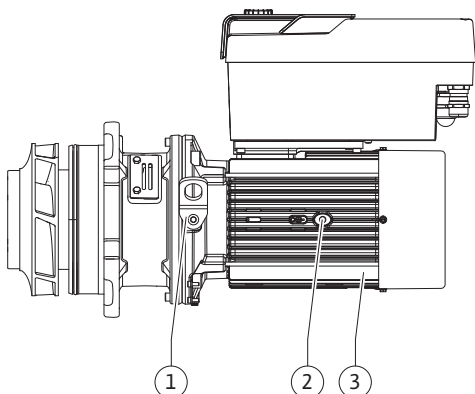

Fig. 100: Instickssats
- Ta bort instickssatsen (Fig. 100) från pumphuset genom att lossa flänsskruvarna (Fig. I, pos. 29).
10. Sätt i en ny motring (Fig. II, pos. 26) i lanternan. Skjut lanternan försiktigt över axeln och placera den på den gamla platsen eller i ett annat vinklat läge till motorflänsen. Observera komponenternas tillåtna monteringslägen (se kapitlet "Tillåtna monteringslägen och ändring av komponentplaceringen före installationen" [► 20]).
11. Skruva i skruvarna (Fig. II, pos. 10 och pos. 10a). Dra inte åt skruven (pos. 10), helt ännu.
12. Skjut på en ny mekanisk tätning (Fig. II, pos. 25) på axeln. Undvik att den mekaniska tätningen skadas på grund av förskjutningar.
14. Rengör lanternspåret och sätt dit den nya O-ringen (Fig. II, pos. 19).
16. För in instickssatsen (se Fig. 100) i pumphuset på den tidigare positionen eller i ett annat önskat vinklat läge. Observera komponenternas tillåtna monteringslägen (se kapitlet "Tillåtna monteringslägen och ändring av komponentplaceringen före installationen" [► 20]).
17. När lanternföringen märkbart hakar fast (ca 15 mm före ändläget) finns det inte längre någon risk för vältning eller förskjutning. Efter att instickssatsen har säkrats med minst en skruv (Fig. II, pos. 29) kan fästelementen avlägsnas från transportöglorna.
18. Skruva i skruvarna (Fig. II, pos. 29). När skruvarna skruvas in dras instickssatsen in i pumphuset.